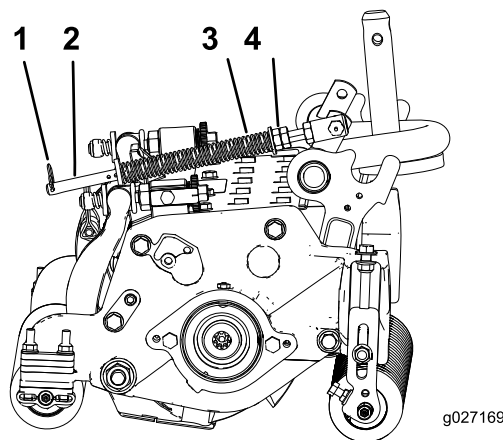

Figura 19
1. Certifique-se de que o pino de perno de gancho está instalado no orifício traseiro na haste da mola (Figura 19).
2. Aperte as porcas sextavadas na extremidade dianteira da haste da mola até que o comprimento da mola em compressão seja de 15,9 cm (Figura 19).